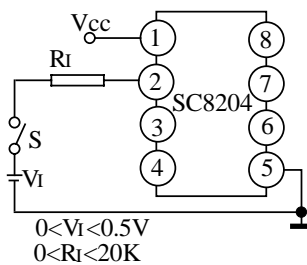

图 2
- 2 脚经电阻 Ri 接到电位 Vi 上，也可使电路停止振荡。但在 $V_{sus} < V_{cc} < V_{INIT}$ 条件下，2 脚流进的电流 I_E 为 $4 \mu A < I_E < 1mA$ 时，电路可开始振荡，如图 2 所示。